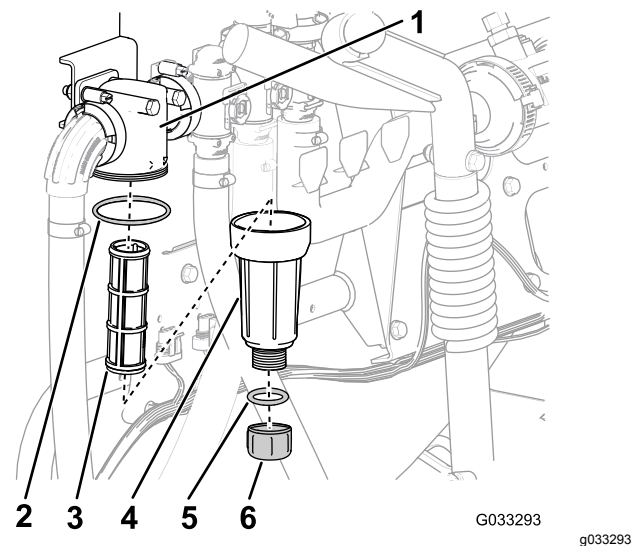

Figura 55
2. Alinhe um recipiente de escoamento debaixo do filtro de pressão (Figura 55).
3. Rode o tampão de drenagem no sentido contrário ao dos ponteiros do relógio e retire-o do recipiente do filtro de pressão (Figura 55).
4. Rode o recipiente no sentido contrário ao dos ponteiros do relógio e retire a cabeça do filtro (Figura 55).
5. Retire o elemento do filtro de pressão antigo (Figura 55).
interior da cabeça do filtro) e veja se há danos e desgaste (Figura 55).
7. Instale o novo elemento do filtro de pressão na cabeça do filtro (Figura 55).
8. Instale o recipiente na cabeça do filtro apertando à mão (Figura 55).
9. Instale a tampa no depósito e aperte manualmente (Figura 55).